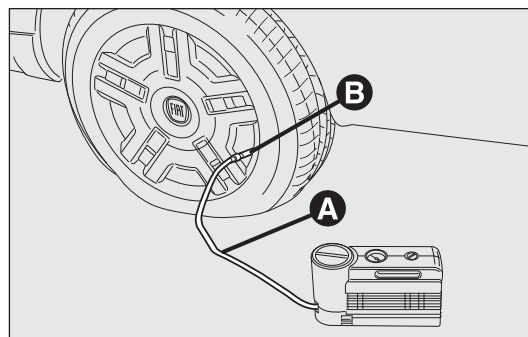

fig. 172
- Serrer le frein à main. Dévisser le capuchon de la valve du pneu, extraire le tube transparent de remplissage A-fig. 172 et visser la bague B sur la valve du pneu;